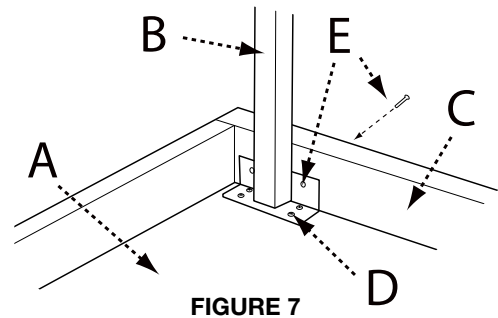
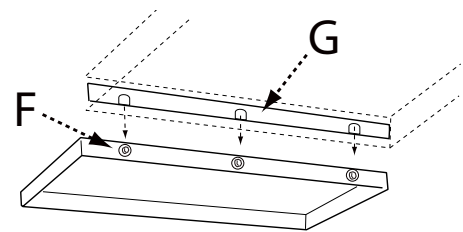
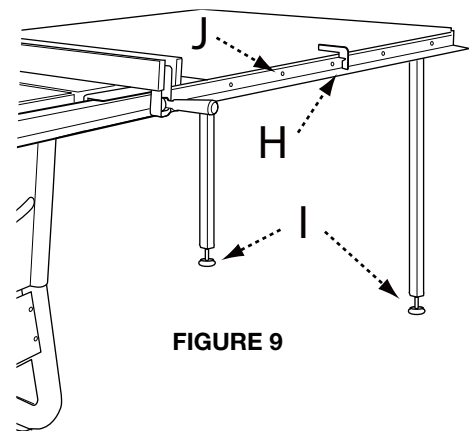

FIGURE 7
FIGURE 8
FIGURE 9
1. Placer la table en bois (A) sens dessus dessous sur le sol ou un banc.
2. Placer les pieds (B) dans les coins tel illustré (fig 7), la paroi verticale de la plaque d'angle devant être contre la jupe en bois d'extrémité (C) de la table.
3. Fixer les pieds au panneau de table à l'aide de (8) #8 x 5/8" vis auto taraudeuses (D).
4. Utiliser une mèche de 1/4" pour percer avec soin au travers des trous de la plaque d'angle verticale des trous dans la jupe de la table en bois. Placer de l'extérieur les vis #10 x 1 1/4" (E) dans les orifices percés, puis assembler les rondelles et écrous #10 sur les vis et serrer.
5. Placer sans les serrer les vis (3) 5/16-18 x 7/8", rondelles et écrous (F) dans les trois trous sur le côté de la rallonge extensible tel illustré (fig 8).
6. Faire descendre avec soin le support angulaire de la table (G) de sorte que les rainures coïncident avec les vis de la rallonge extensible. Serrer les vis une fois la table en bois à niveau avec la rallonge extensible.
7. Utiliser la jauge d'alignement du rail (H) pour régler les pieds (I) de sorte que le sommet de la table est à une distance appropriée du rail.
8. Percer des trous de 1/4" au travers des trous des rails avant et arrière (J) dans la table en bois (fig 9).
2. Le couteau diviseur est installé dans la position de coupe basse, non traversante. Pour fixer les doigts anti-retour et les ensembles protège-lame, le couteau diviseur doit être en position relevée, comme indiqué sur la Figure 9. Pour lever et abaisser le couteau diviseur, voir Réglages de la hauteur du couteau diviseur à la page 50.